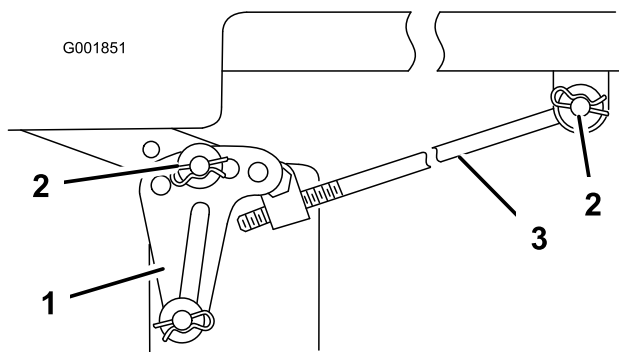

Figura 59
Nota: Antes de retirar el cortacésped, anote los taladros usados para los soportes de nivelación (Figura 59).
- Retire el pasador de horquilla y la arandela de la varilla de ajuste (Figura 59) en cada lado del cortacésped.
- Retire el pasador y la arandela del soporte de nivelación del cortacésped (Figura 59) en cada lado del cortacésped. Observe en qué taladro está montado el soporte para instalaciones futuras. Retire los soportes del perno de montaje.
6. Conecte la varilla de ajuste a la máquina con la arandela y el pasador de horquilla (Figura 59) en cada lado del cortacésped.
7. Deslice los soportes de nivelación sobre los pernos de montaje y fíjelos con las arandelas y los pasadores (Figura 59).